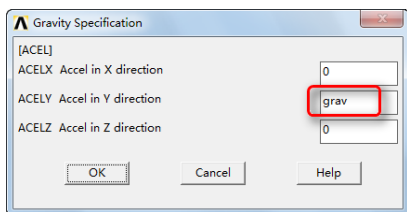

图 7-23 “Gravity Specification” 对话框
①依次选择 Main Menu→Solution→FLOTTRAN Set Up→Flow Environment→Gravity，会弹出“Gravity Specification”对话框，如图 7-23 所示，在“ACELY Accel in Y direction”输入框中输入 grav，其余采用默认设置，单击“OK”按钮关闭该对话框。